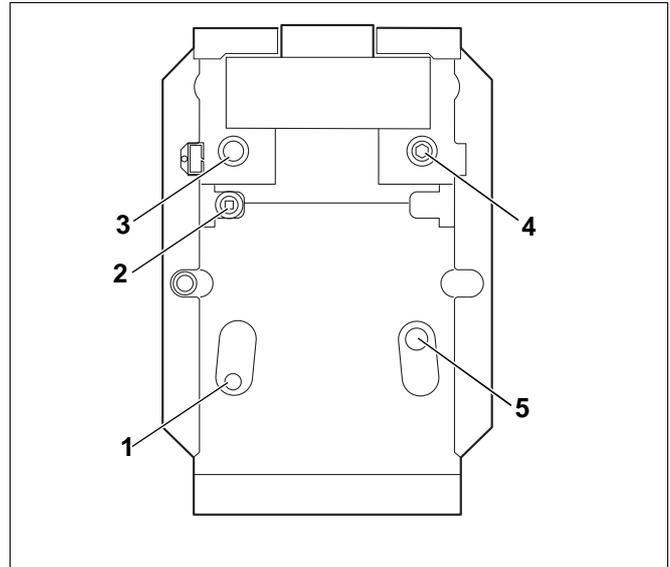

Abb. 5 Anschlüsse Logano G234 WS
- Heizungsrücklauf am Rücklauf Heizkessel RK (Abb. 5, **Pos. 5**) anschließen.
- Heizungsvorlauf am Vorlaufanschluss des Heizkessels VK (Abb. 5, **Pos. 3**) anschließen.
- Das Sicherheitsventil am Vorlauf Sicherheitsleitung VSL (Abb. 5, **Pos. 4**) unterhalb der Strömungssicherung anschließen.
- Rücklauf eines Warmwasserspeichers am Rücklauf Warmwasserspeicher RS (Abb. 5, **Pos. 5**) anschließen.
- Vorlauf eines Warmwasserspeichers am Anschluss VS (Abb. 5, **Pos. 2**) anschließen.